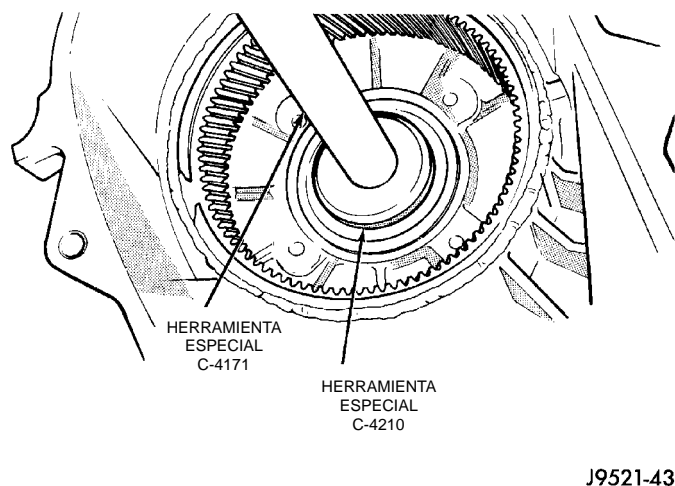
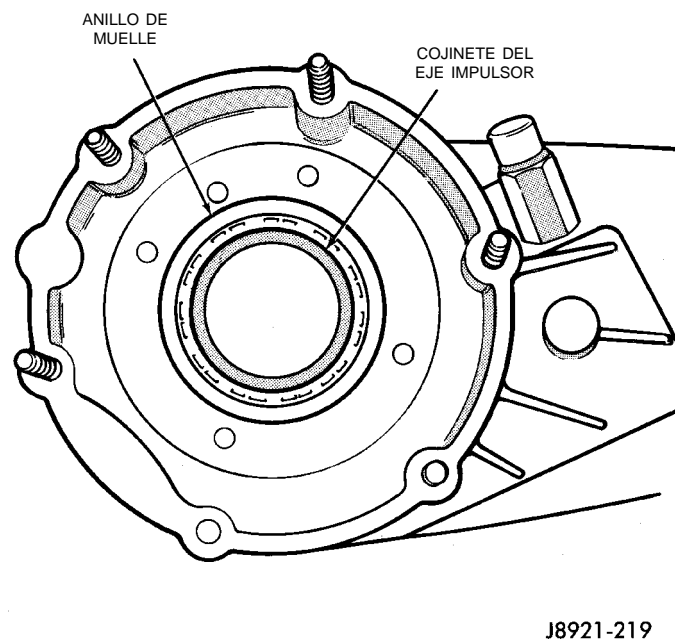

Fig. 52 Desmontaje del cojinete del engranaje impulsor
Fig. 53 Asiento del cojinete del engranaje impulsor
(6) Retire el cojinete del engranaje impulsor con el Mango C-4171 y Extractor C-4210 (Fig. 52).
(7) Instale el anillo de muelle en un nuevo cojinete del engranaje impulsor.
(8) Instale el cojinete nuevo del engranaje impulsor con el Mango C-4171 y el extractor C-4210. Instale el cojinete lo suficientemente lejos como para que el anillo de muelle se asiente contra la caja (Fig. 53).